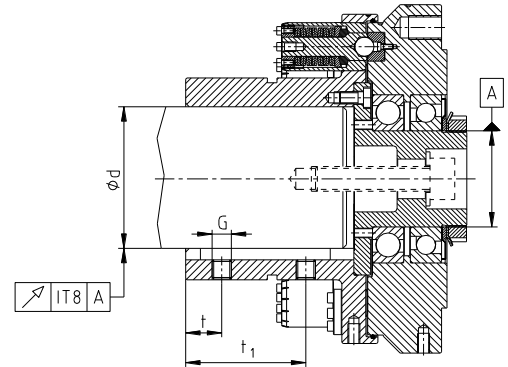

Fig. 5 : Concentricité et perpendicularité
- La concentricité et/ou la perpendicularité (voir fig. 5) doivent être respectées.